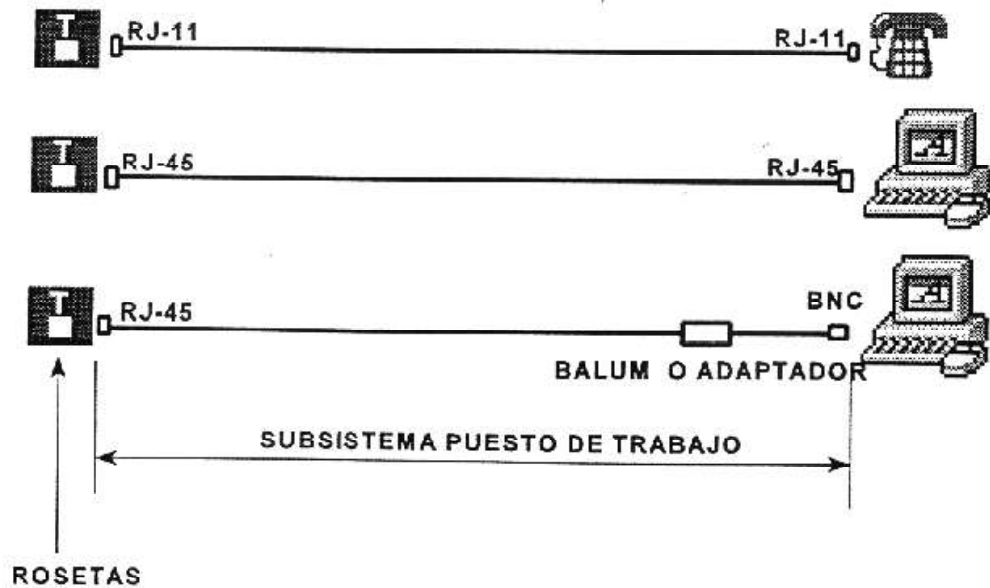

Figura 1.4: Subsistema Puesto de Trabajo
**Puesto de Trabajo.-** Son los elementos que conectan la toma de usuario al terminal telefónico o de datos. Puede ser un simple cable con los conectores adecuados o un adaptador para convertir o amplificar la señal. Figura 1.4, página 25.